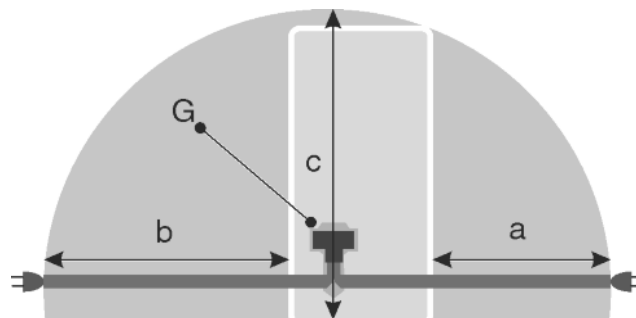

Fig. 21
- Gniazdo znajduje się poza tylną częścią urządzenia w podanym obszarze Fig. 21 (a, b, c).
- ▶ Wtyczkę urządzenia Fig. 21 (G) podłączyć z tyłu urządzenia. Zwrócić uwagę na prawidłowe zazębenie.